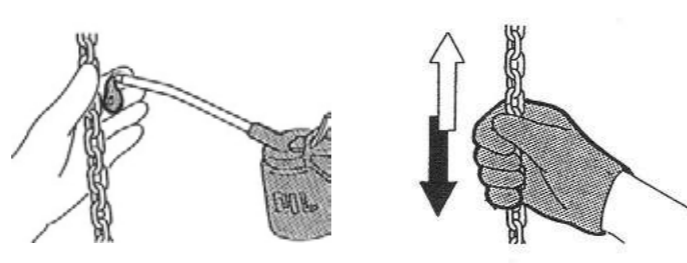

fig.89
9. Spruzzare abbondantemente l'olio e cospargerlo su tutto il tratto della catena avendo particolare cura di lubrificare i punti di contatto della catena. Vedi anche punto 6.3.4 tipi di olio. (fig.89)